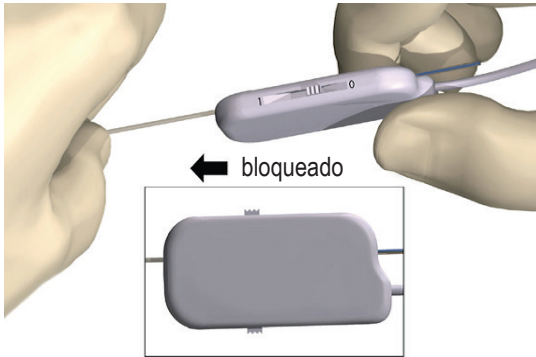

Figura 10: Sujeción del electrodo de ECP en el conector del cable de estimulación intraoperatoria 1 x 8
- Empuje el extremo del electrodo de ECP en el puerto hasta que haga tope. Sujete el electrodo de ECP en su sitio mientras coloca la palanca de bloqueo en la posición de cierre (1) (Figura 10).